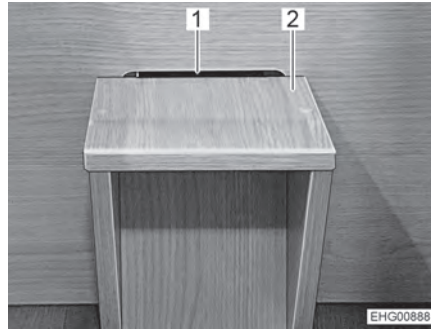
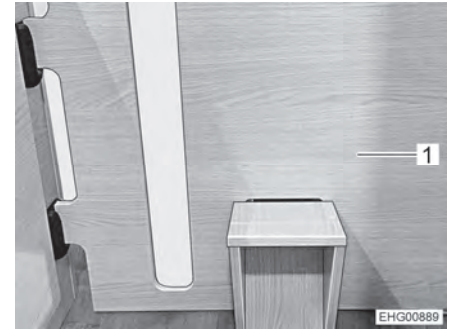

Bild 41 Steg
Bild 42 Mellanvägg med steg
- Häng på steget (Bild 41,2) i det nedre utsnittet (Bild 41,1) på mellanväggen (Bild 42,1).
- Sätt in mellanväggen (Bild 42,1) mellan de längsgående bakre sängarna. Mellanväggen ska då hängas i det andra läget (sett från köksenheten).